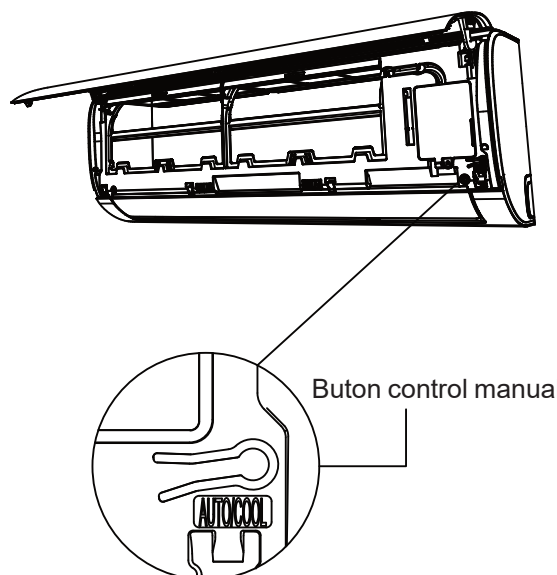

Fig. 9.1
- Butonul pentru control manual este localizat in partea dreapta a panoului, apasati butonul de 2 ori pentru a activa modul COOL vezi FIG 9.1